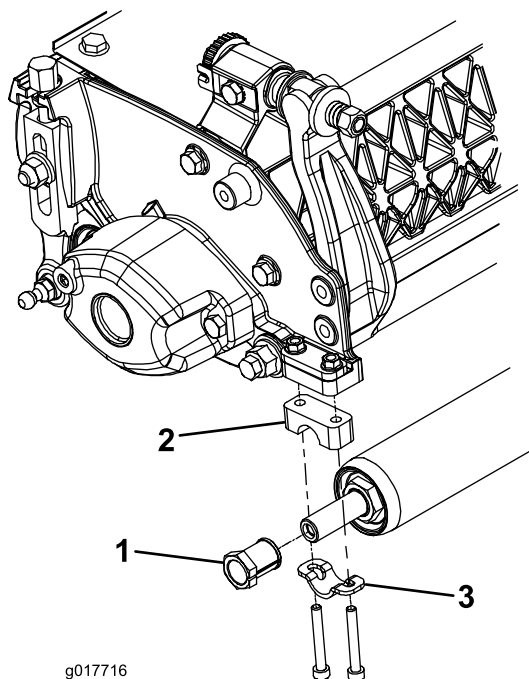

Figura 2
3. Bata levemente o ajustador do veio no veio do rolo (Figura 2).
4. Monte sem apertar o ajustador do veio e veio do rolo na flange de montagem da placa lateral com um novo espaçador de rolo, nova retenção do veio e calço, parafusos e porcas previamente removidos (Figura 2).